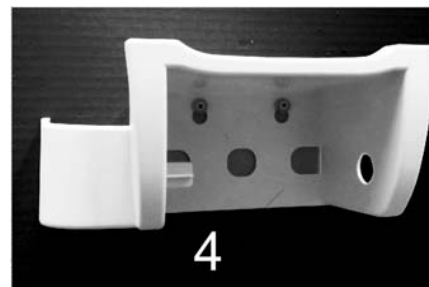

Рисунок 5
3.4 На крепления круглые поз. 3 навесить основание полки для туалета поз. 4 (см. рис. 5).